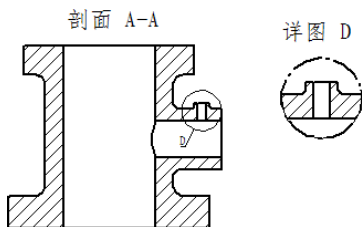

图 4.5.17 修改局部轮廓线
Step6. 单击“更新视图”按钮，结果如图4.5.17所示。